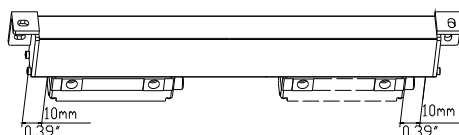

Figure 4.1
1. The effective movement of the linear scale should be larger than the maximum travel of the worktable. If it is not long enough, change a long -er one or install fixing blocks on the worktable. Not less than 10mm space should be spared between the end of the Read Head and the body of the scale.(Figure 4.1) / การเคลื่อนที่ของสเกลเชิงเส้นที่มีประสิทธิภาพควรมากกว่าการเคลื่อนที่สูงสุดของโต๊ะทำงาน หากยังไม่ยาวพอ ให้เปลี่ยนอันที่ยาวกว่าหรือติดตั้งบล็อกการขอมบนโต๊ะทำงาน ควรเว้นระยะห่างระหว่างปลายหัวอ่านกับตัวเครื่องอย่างน้อย 10 มม. (รูปที่ 4.1)